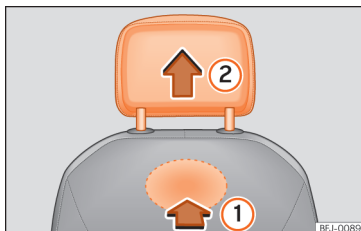

Fig. 99 Tetiera față: demontarea.
- Pentru deblocarea tetierei, identificați butonul de sub tetieră și apăsați în direcția indicată de săgeată »» fig. 99 ①.
- Demontați tetiera în direcția indicată de săgeată ②.